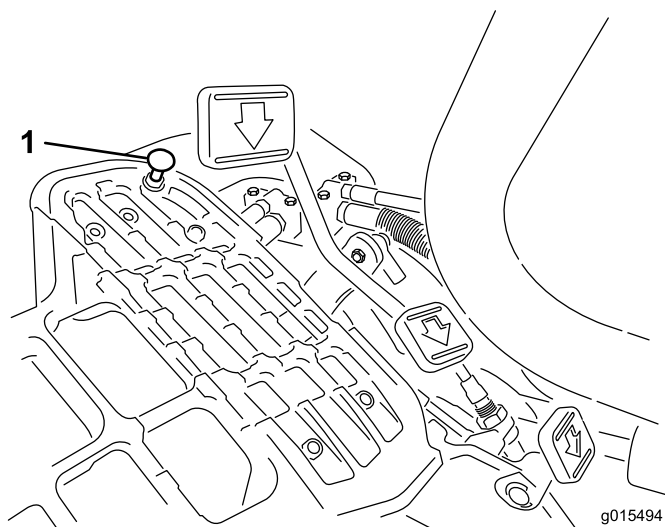

Bild 48
Stellen Sie den Funktionsschalthebel in die Transportstellung und drücken Sie das Gaspedal nach unten, um die maximale Transportgeschwindigkeit zu erreichen. Wenn das Pedal den Anschlag erreicht (Bild 48), bevor das Kabel gespannt ist, müssen Sie die Einstellung ändern:
1. Stellen Sie den Funktionsschalthebel in die Transportstellung lösen Sie die Sicherungsmutter, mit der der Pedalstopp an der Grundplatte befestigt ist (Bild 48).